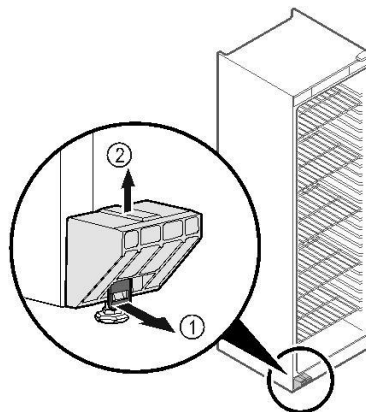

Fig. 6
- || Beugel Fig. 6 (1) naar voren trekken.
- || Transportbeveiliging Fig. 6 (2) naar boven toe lostrekken.